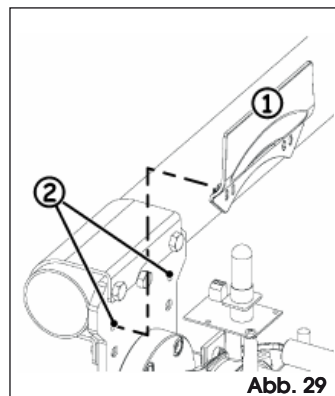

Abb. 29
- Die hintere Abdeckung der Stangenhalterscheibe positionieren, Abb. 29 Bez. ①, und in den beiden freien Öffnungen auf der Scheibe anhängen, Abb. 29 Bez. ②.